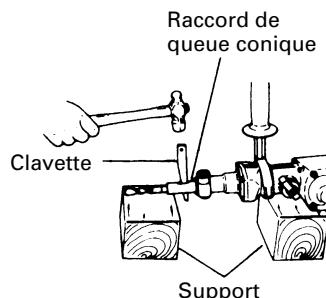

Fig. 9
(1) Installer la quenouille (Fig. 9)
- ① Desserrer la poignée latérale et insérer la partie droite de la quenouille dans le trou du boulon de la poignée.
- ② Déplacer la quenouille à la position spécifiée et faire tourner l'attache coulissante de la poignée latérale dans le sens des aiguilles d'une montre pour fixer la quenouille.
- (1) Installer la mèche à queue conique dans le raccord de queue conique.
- (2) Mettre l'appareil sous tension et percer un trou de base.
- (3) Après avoir retirer la poussière avec une seringue, fixer le mandrin à la pointe du sabot et l'enfoncer dans le sabot avec un marteau.
- (4) Pour retirer la mèche à queue conique, insérer une clavette dans la fente du raccord de queue conique et frapper sur la clavette avec un marteau. (Fig. 9)